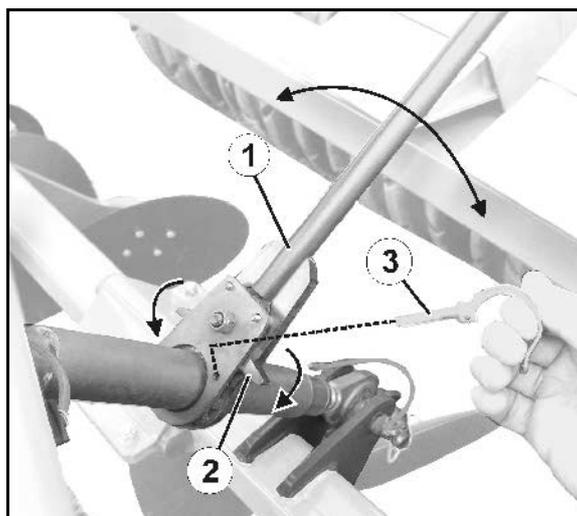

Рис. 58
1. Снимите пружинный фиксатор (Рис. 58/3).
2. Закрепите балансир (Рис. 58/2) в соответствие с нужным направлением вращения.
3. При помощи рычага (Рис. 58/1) удлините/укоротите шпиндель.
4. Зафиксируйте установку пружинным фиксатором (Рис. 58/3).